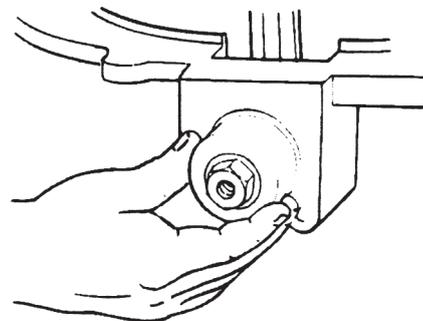

Figura 128
- Gire o conjunto do cilindro de acionamento e pistão para a direita até atingir o fundo do alojamento na caixa do diferencial. Figura 128.